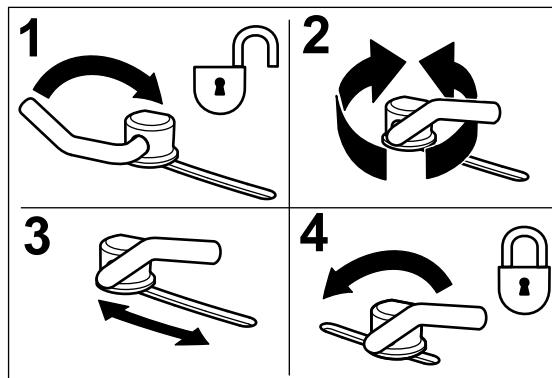

图 14
1. 向上摆动控制杆可松开凸轮锁从而调节凸轮锁 图 14。
3. 将控制杆向后摆动可拧紧挡板和凸轮锁 图 14。